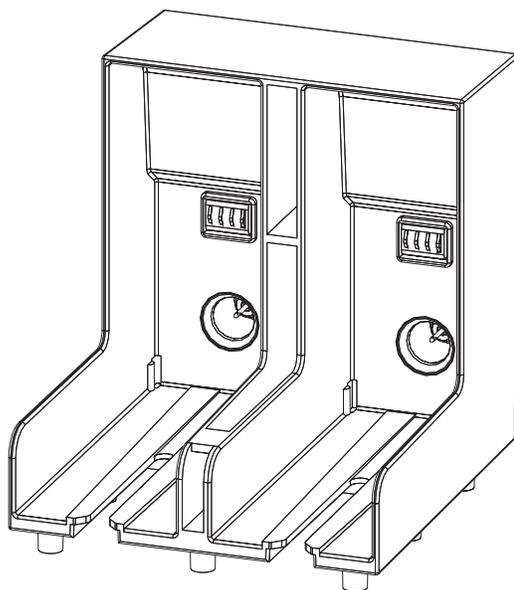

Рис. 6-3: Разъем держателя картриджа
- 5 Вставьте новый картридж для чернил в держатель для картриджа, совместив ключ картриджа с соответствующим пазом держателя (смотрите Рис. 6-3 6-3 на стр. 6-6).